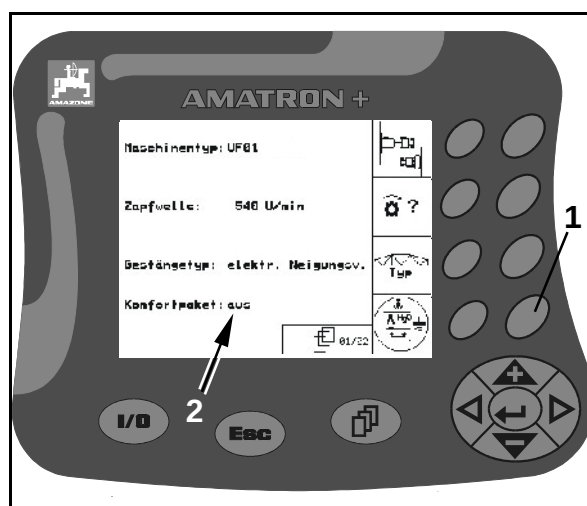

Рис. 99
1. Один раз нажмите функциональную клавишу (Рис. 99/1).
- На дисплее появится "вкл" (Рис. 99/2), функция "комфорт-пакет" будет включена.
2. Нажмите функциональную клавишу еще раз (Рис. 99/1).